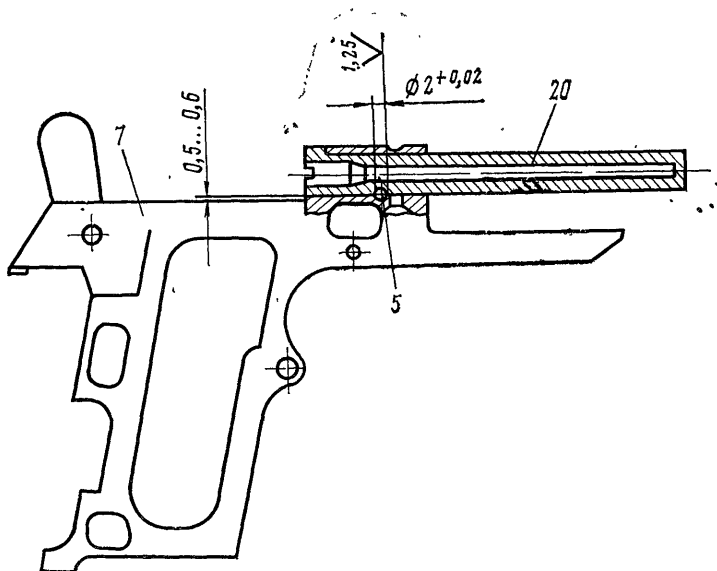

Рис. 60. Постановка ствола в рамку:
16.6. Вставить ствол в отверстие стойки рамки так, чтобы лыска на бурте ствола была обращена к рамке (рис. 60). Щуп толщиной 0,5—0,6 мм должен свободно проходить между лыской на стволе и площадкой рамки; при необходимости развернуть ствол. Дослать ствол в стойку легкими ударами руки (молотка) и проверить параллельность лыски на венчике ствола верхней площадке рамки.
16.9. По отверстию в стойке рамки сверлом диаметром 1,8—1,9 мм просверлить отверстие в стволе. Развернуть это отверстие до диаметра 2,0—2,02 мм по рис. 60.